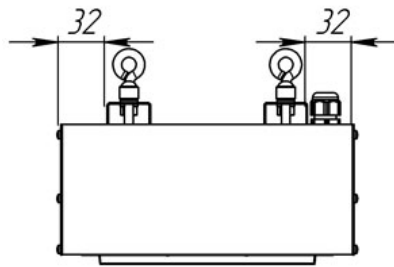

Рис. 1
6.6.2 Рекомендуемое расстояние крепления от края светильника 32 мм (Рис.1). При необходимости винт-петлю можно развернуть в нужном положении и зафиксировать гайками.